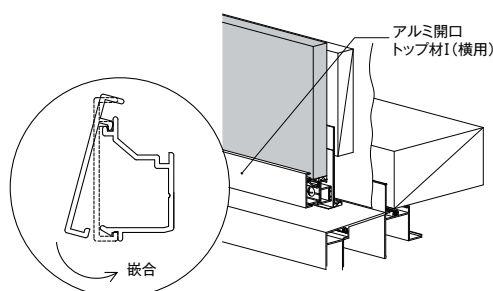

図8 アルミ開口トップ材I(横用)の施工
▶アルミ開口トップ材I(横用)はアルミ開口トップ材I(縦用)に2mmかぶる長さで切断し、アルミ開口トップ受け材Iに嵌合し、固定する。(ビスなど不要)(図8参照)